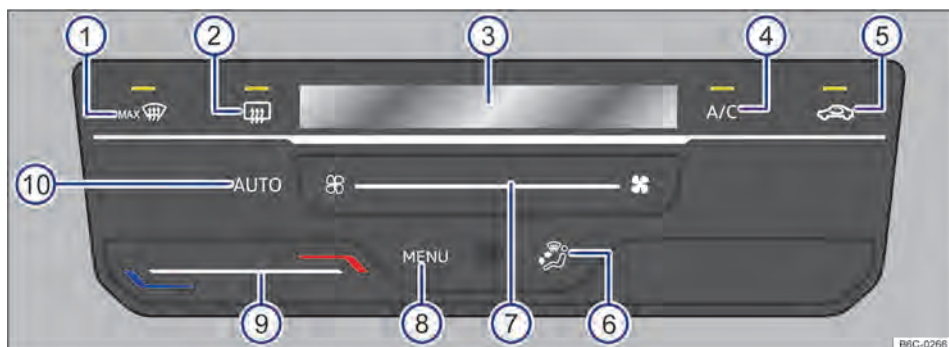

Fig. 84 Comandos do Climatronic.
- *Climatronic*: deslizar o dedo para a esquerda sob a superfície de função → Fig. 84 7, depois pressionar o botão  da extremidade esquerda.
Ao tocar na superfície de função **AUTO** → Fig. 84 10 é possível ligar o modo automático do Climatronic.
maticamente. O funcionamento automático se desliga quando a ventilação é alterada manualmente → Fig. 84 7 ou com a alteração da distribuição de ar através da superfície de função → Fig. 84 6.
- *Climatronic*: tocar na superfície de função **A/C** → Fig. 84 4 para ligar e desligar o funcionamento da refrigeração.
- *Climatronic*: deslizar o dedo sob a superfície de função → Fig. 84 ⑨.
No display do Climatronic → Fig. 84 ③ é indicada a temperatura ajustada.
- *Climatronic*: deslizar o dedo sob a superfície de função → Fig. 84 ⑦.
- *Climatronic*: tocar na superfície de função  → Fig. 84 ⑤.
- *Climatronic*: tocar na superfície de função → Fig. 84 ⑥ para posição desejada, a distribuição selecionada será indicada no display ③.
- *Climatronic*: tocar na superfície de função  → Fig. 84 ①.
- *Climatronic*: tocar na superfície de função  → Fig. 84 ②.
→ Fig. 84  para abrir o menu do ar-condicionado no rádio.